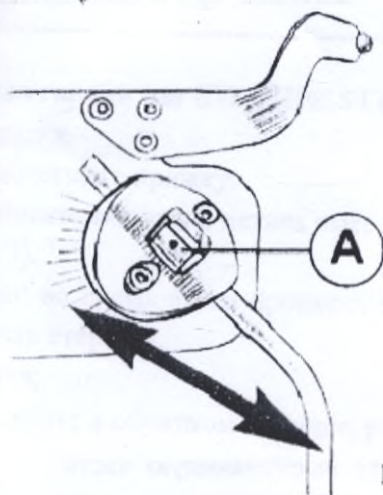

Рис. 3
• Регулировка положения стрежня: ослабьте захват А удерживающего кольца сочленения и сдвиньте каждый стержень внутрь или наружу до тех пор, пока стержни не будут касаться ягодниц и больших трохантеров во время сгибания бедра, проследив, чтобы проксимальные концы стержней не сталкивались. (Рис. 3)